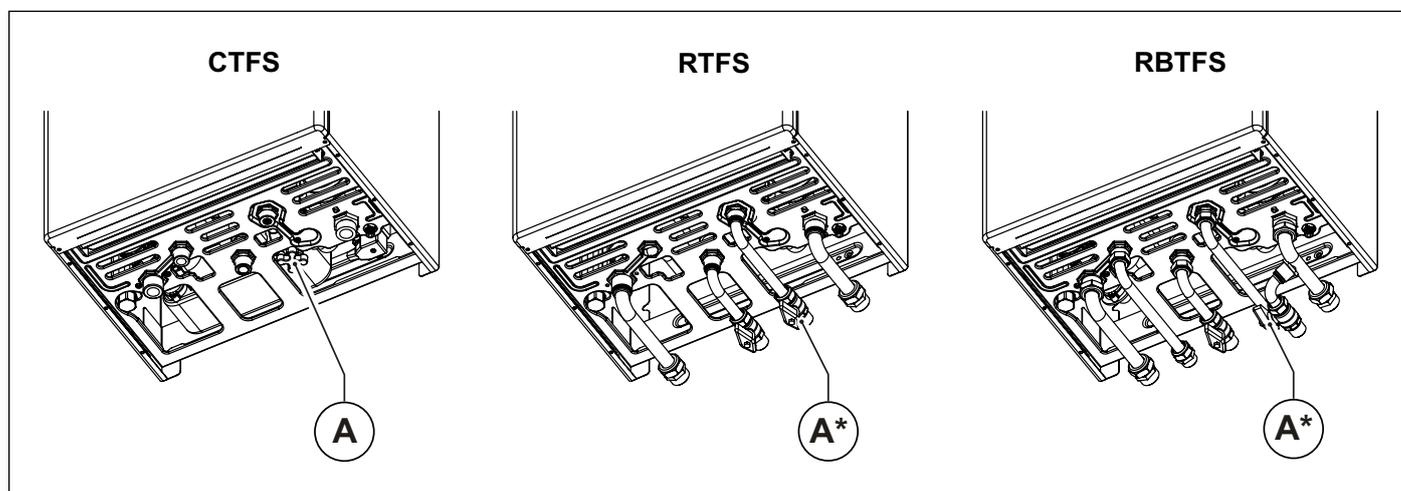

Fig. 2 Robinets de remplissage - (A*) en option.
Effectuer le remplissage du système en agissant sur le robinet de remplissage (A) (voir Fig. 2 Robinets de remplissage - (A*) en option.).